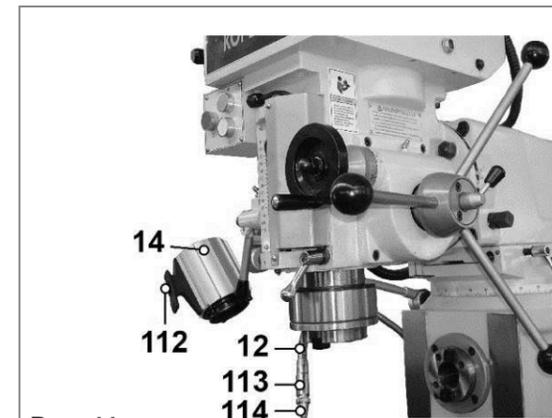

Рис. 44
10.9.19. Плафон (14) для освещения рабочей зоны смонтирован на шарнирной стойке и усилием оператора позиционируется в удобное положение; включение и выключение лампы производится выключателем (112), расположенным на корпусе плафона (14) (Рис. 44).
10.9.20. Сопло (113) гибкого шланга подачи СОЖ (12) необходимо позиционировать таким образом, чтобы оно не касалось режущего инструмента и заготовки, а струя СОЖ четко попадала в зону резания фрезы (сверла). В зависимости от применяемого режущего инструмента и режимов резания, поворотом наконечника (114) сопла (113) необходимо произвести регулировку подачи СОЖ для необходимого его охлаждения (Рис. 44). Для включения подачи СОЖ поверните переключатель (94) на главном щитке выключателей (28) (Рис. 29, 45) в положение (Б), для выключения – в положение (А).